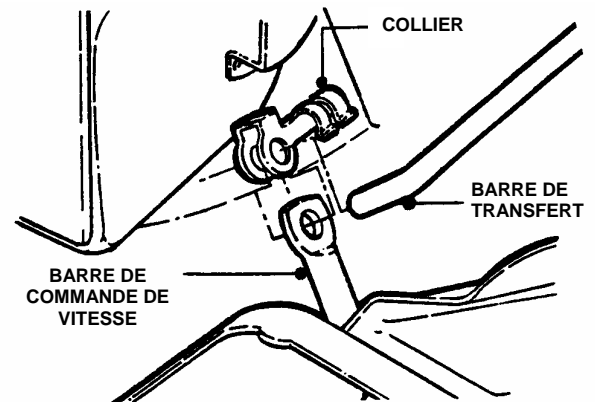

FIGURE 4.11
1. Avec un petit tournevis plat, desserrez le collier qui maintient la barre de transfert. Puis retirez la barre de transfert ainsi que la barre de commande de vitesse. Voir figure 4.11.